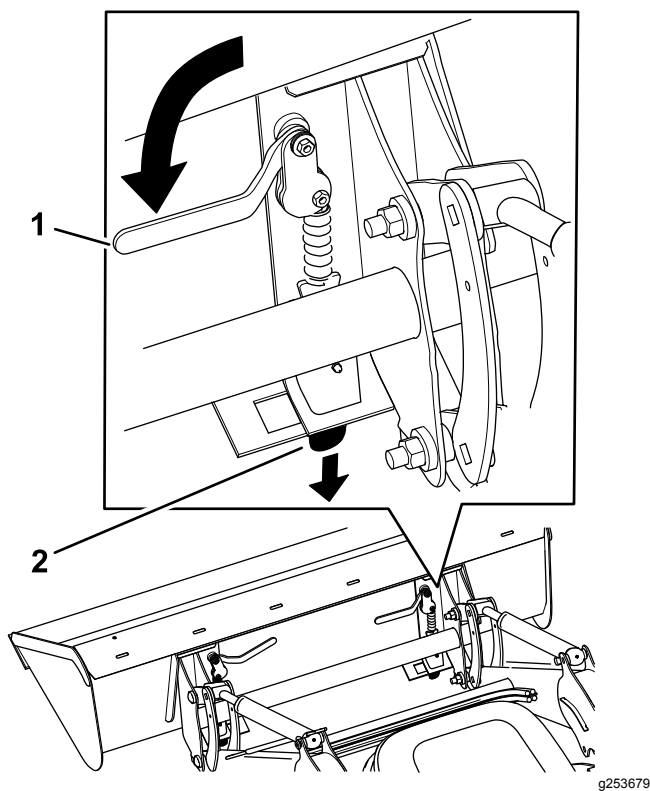

Figura 56
8. Gire las palancas de enganche rápido hacia dentro, asegurándose de que los pasadores de enganche rápido están introducidos a fondo en la placa de montaje (Figura 56).